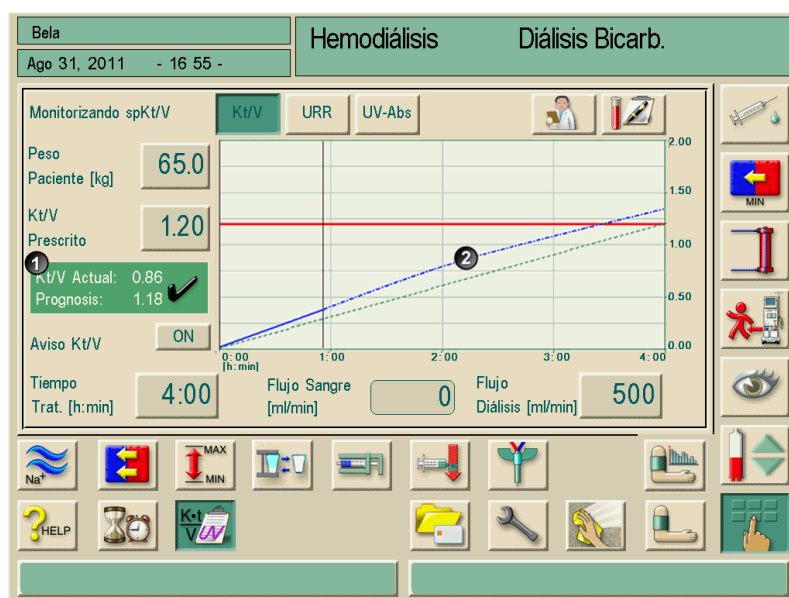

Fig. 10-12 Muestra numérica y gráfica del pronóstico
En hemodiálisis (HD) el usuario recibe un “pronóstico” del valor estimado de Kt/V al final del tratamiento. Se representa numéricamente (Fig. 10-12, 1) y gráficamente (Fig. 10-12, 2). La línea azul de progreso se extenderá del estado actual del tratamiento para predecir el resultado del tratamiento. Esta funcionalidad no está disponibles en HDF ni en Unipunción.